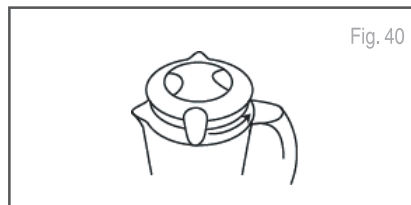

Fig. 40
5. Coloque la tapa sobre la jarra de la licuadora de manera que la presilla sujetadora larga se oriente hacia usted (Fig. 40).